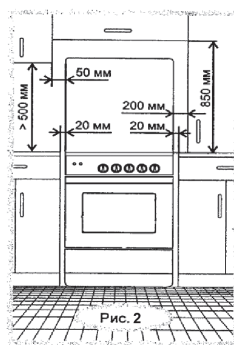

Рис. 2
6.8. Плита должна устанавливаться в помещении на расстоянии не менее 1,5 м от металлических раковин и труб, водопровода, отопления и канализации. Расстояния, которые необходимо выдержать при установке плиты, показаны на рис. 2.